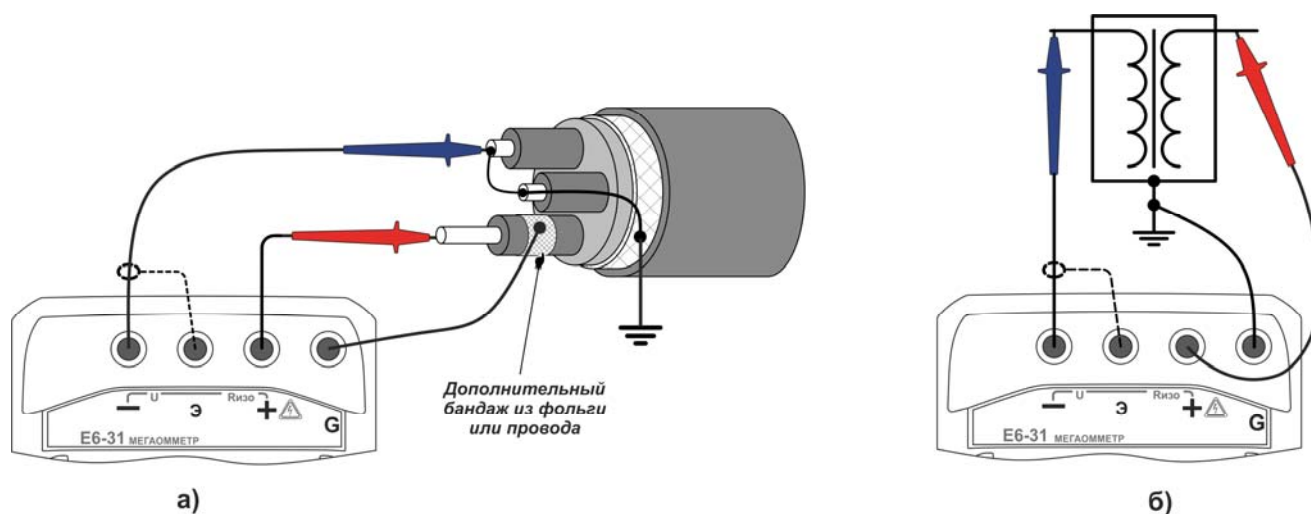

Рисунок 2.12 – Снижение влияния поверхностных токов утечки
*– обычно, если один из контактов измеряемого сопротивления заземлен (рисунок 2.12.а), то к нему рекомендуется подключать «-» мегаомметра. Однако, в случае неустойчивых показаний смена полярности подключения может обеспечить более стабильные показания.*